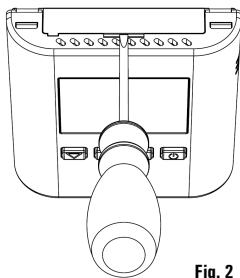

Fig. 2
1. Con l'aiuto di una cacciavite a taglio, estrarre il cassetto porta batterie (Fig. 2 e 3).